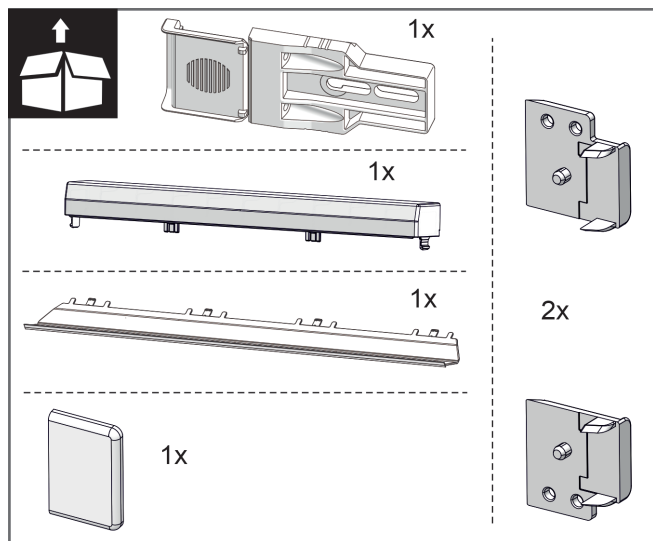
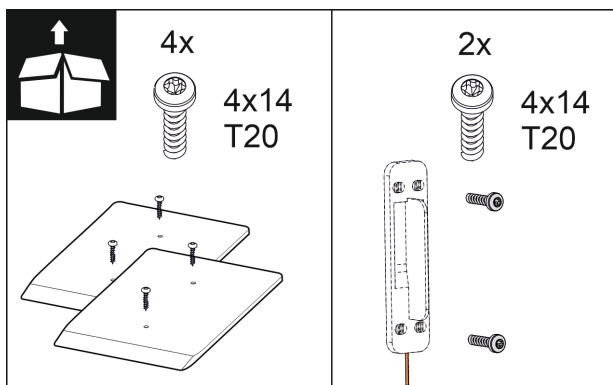

Fig. 9
Fig. 15
2. Проверка деталей для осуществления монтажа в комплекте принадлежностей. С Fig. 9 () по Fig. 15 ()
### Детали для осуществления монтажа в комплекте принадлежностей Fig. 9 () по Fig. 15 ()